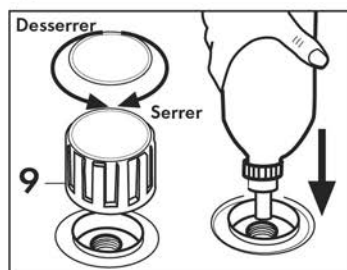

Fig. 3
Ouvrir manuellement le bouchon de remplissage de la chaudière (9) en faisant pression vers le bas et en le tournant en même temps dans le sens contraire des aiguilles d'une montre; renverser la bouteille sur le trou de la chaudière et vider l'eau à l'intérieur de celle-ci; pour ce faire, dégager le dispositif de sécurité en faisant pression sur le bouchon de la bouteille vers le trou de remplissage de la chaudière. Ensuite, lorsque la chaudière est entièrement remplie, resserrer le bouchon (9) en le tournant dans le sens des aiguilles d'une montre et en vous assurant qu'il est bien serré **(Fig. 3)**.